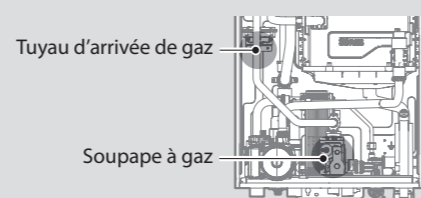

Figure 2. Composants internes des modèles NCB-E
- Une fois les composants internes visibles, repérez le conduit d'arrivée du gaz et la soupape à gaz au centre de l'appareil, comme illustré à la figure 2.